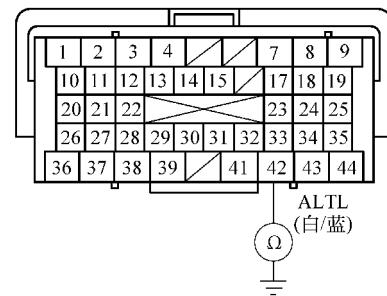

图 3-20 检查 B42 端子与车身搭铁之间的导通性
- 7) 将点火开关旋至锁定 (LOCK) (0) 位置。
- 9) 打开点火开关至 ON (II) 位置。
- 11) 使用 HDS 短接 SCS 线, 然后将点火开关旋至锁定 (LOCK) (0) 位置。
- 13) 如图 3-20 所示, 检查 ECM/PCM 插头 B42 端子与车身搭铁之间是否导通?